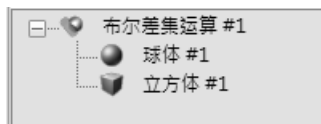

图 2-61 结构树显示父子关系
10) 在全局浏览器中单击“布尔差集运算#1”, 观察其结构历史进程, 可见刚刚创建的几个对象间的关系通过结构树可清晰地表现出来, 如图 2-61 所示, 即“布尔差集运算#1”这个对象是由“球体#1”和“立方体#1”通过布尔运算差集这个操作获得的。